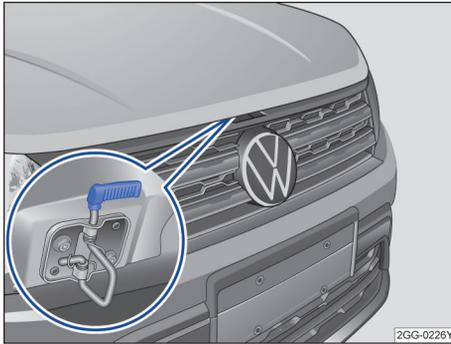

图 201 散热器格栅上方用于打开发动机舱盖的分离杆
- 沿箭头上提开启拉手，抬起发动机舱盖并将其打开 → 图 201 → ▲